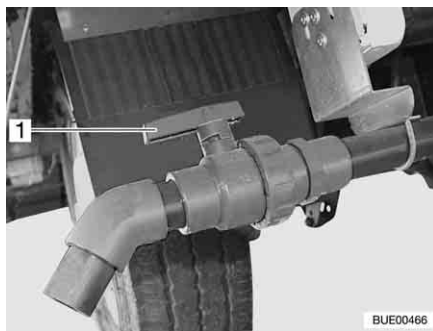
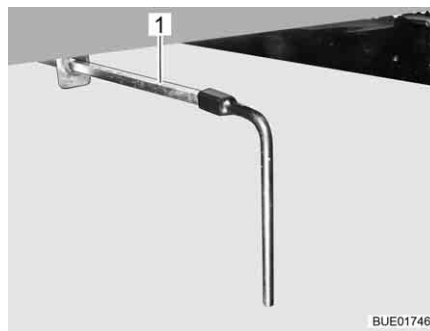

Fig. 237 Robinet de vidange
Fig. 238 Robinet de vidange (alternative)
- Tourner la poignée (Fig. 237,1 ou Fig. 238,1) du robinet de vidange dans le sens de l'écoulement.